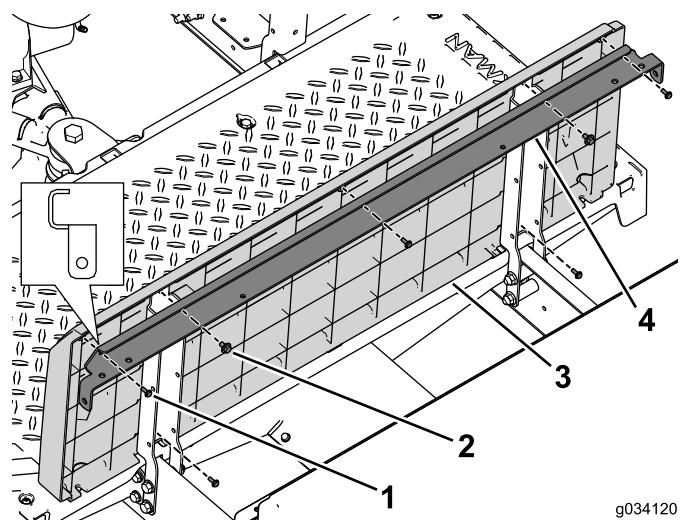

図 40
4. アングルのサポートブラケットと座席ベースパネルを左右の座席サポートに固定するボルトワッシャアセンブリ1/4 x 1/2 インチ2個を使う図 40。
5. 後パネルを座席ブレースと座席サポートに固定するねじ#10 x 1/2 インチ5本を使う図 40。